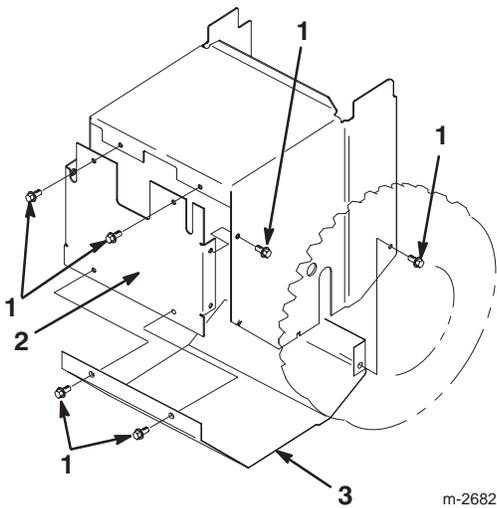

Bild 29
5. Entfernen Sie die acht Schrauben, mit denen die hintere und untere Abdeckung befestigt sind und entfernen Sie die Abdeckungen (Bild 29).